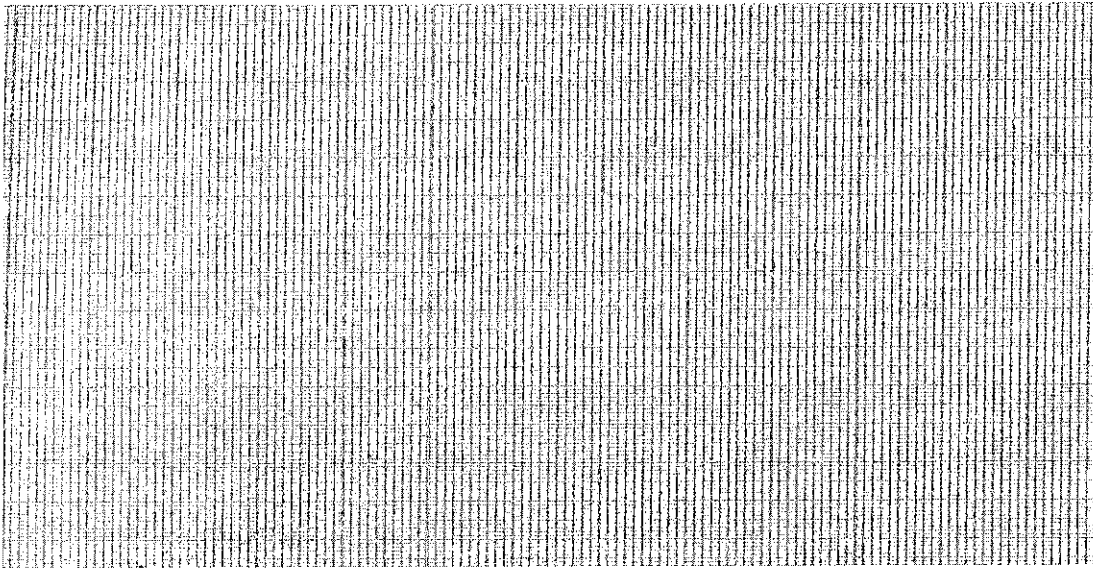

Figure 3 : Courbes Jominy à tracer
3. Décrire l'essai Jominy et rappeler son principe. Quelle la propriété que l'on cherche à mettre en évidence ? Tracer sur la Figure 3, en utilisant la même échelle, la courbe Jominy de l'acier 45Mn5 et celle de l'acier C45. Quels sont les facteurs qui permettent d'améliorer cette propriété.